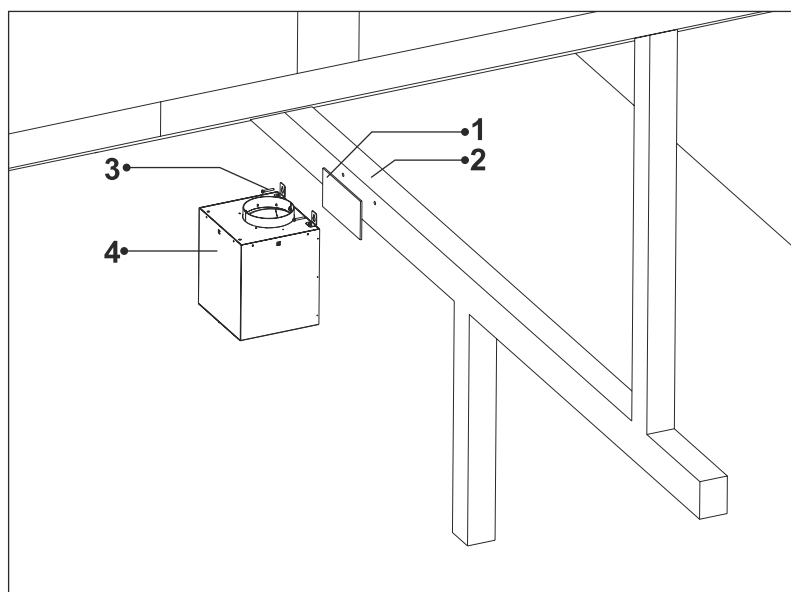

Fig. 11
7. ➔ Montere nu den eksterne loftmotor på spærret/lægten med 2 x 5,5x60mm skruer. (Fig. 11).